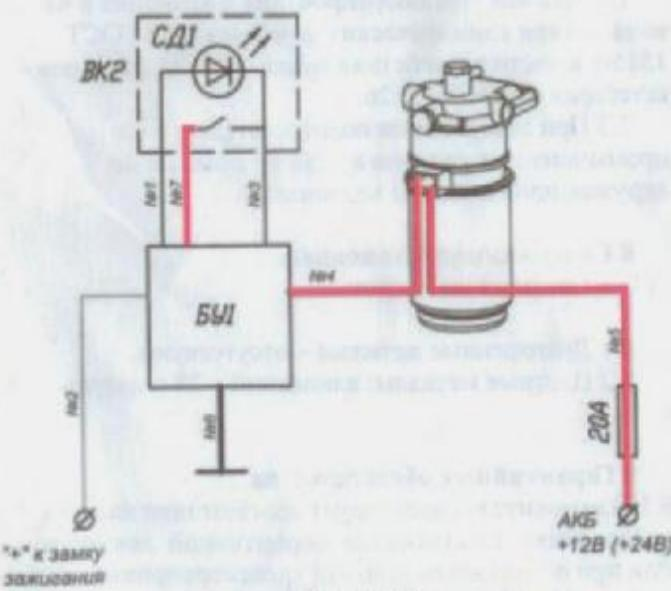

Рисунок 3
5.6 При подключении подогревателя к электрической бортовой сети с автоматическим управлением отключением подогрева по таймеру (рисунок 3):